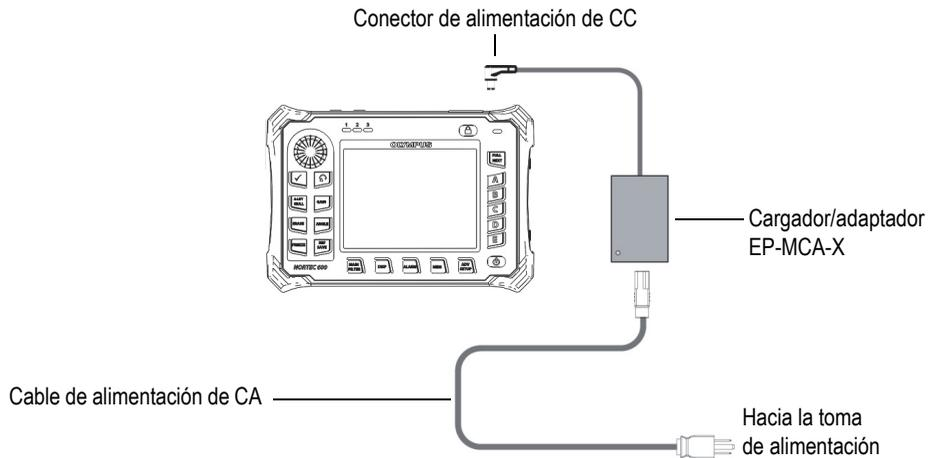

Figura 1-8 Conexión del cargador/adaptador
1. Conecte el cable de alimentación de CA al cargador/adaptador y a una toma de tensión apropiada (vea la Figura 1-8 en la página 36).